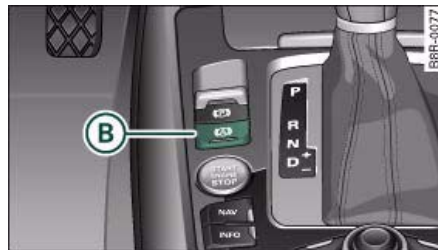

Fig. 104 Detalle de la consola central: Tecla para el sistema de asistencia en arrancada
- Para activar el sistema de asistencia en arrancada, pulse la tecla **B** ⇒ fig. 104 en la consola central. El diodo de la tecla se enciende.
- Para desactivar el sistema de asistencia en arrancada, pulse la tecla **B** ⇒ fig. 104. El diodo de la tecla se apaga.